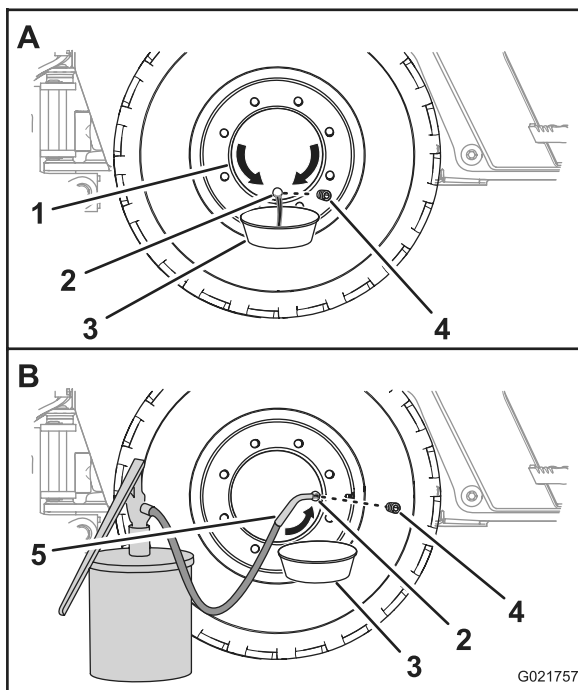

Рисунок 63
1. Переместите машину вперед или назад так, чтобы пробка маслозаливного отверстия ступицы колеса находилась в положении на «6 часов» (Рисунок 63).
2. Подставьте сливной поддон под сливное отверстие ступицы колеса (Рисунок 63).
3. Отверните пробку и слейте масло из планетарного редуктора (Рисунок 63).
5. Переместите машину вперед или назад так, чтобы пробка ступицы колеса находилась в положении на «3 часа» или «9 часов» (Рисунок 63).